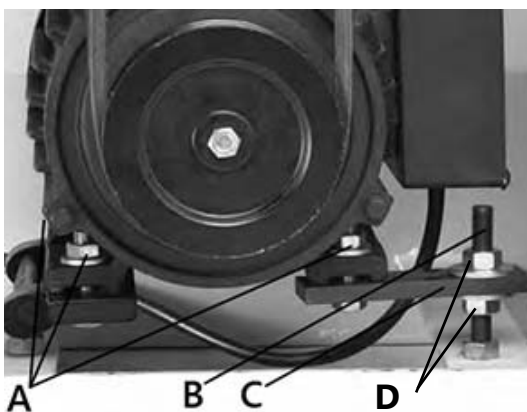

Рисунок 23.
Для замены, отключите станок от сети. Откройте дверцу С (рис. 18), ослабьте крепеж В на пластине натяжения С, которая крепит электродвигатель к кронштейну (рис. 23).
- Чтобы настроить натяжение ремня, гайки D (рис. 23), чтобы передвигать основание электродвигателя вверх или вниз до тех пока не получите отклонение в 12 мм, как написано в предыдущем пункте.
Ослабьте крепеж А, который крепит электродвигатель к кронштейну (рис. 23). Передвигайте электродвигатель горизонтально пока шкив ножевого вала не выравнивается со шкивом электродвигателя.